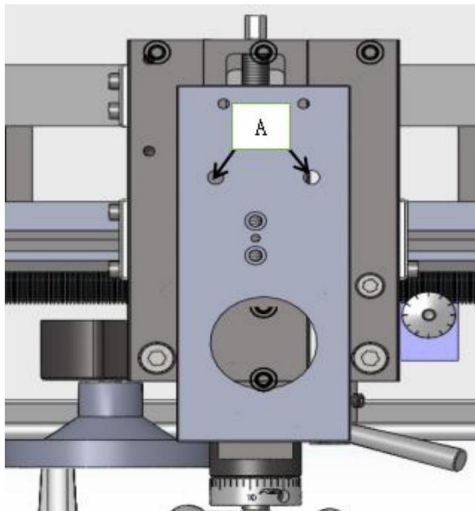

Fig. 36
2. Rändelschraube (B, Abb.36) lösen und Schieber öffnen
Schmieren Sie die beiden Ölanschlüsse (A, Abb. 36) einmal täglich mit 20W-Maschinenöl.